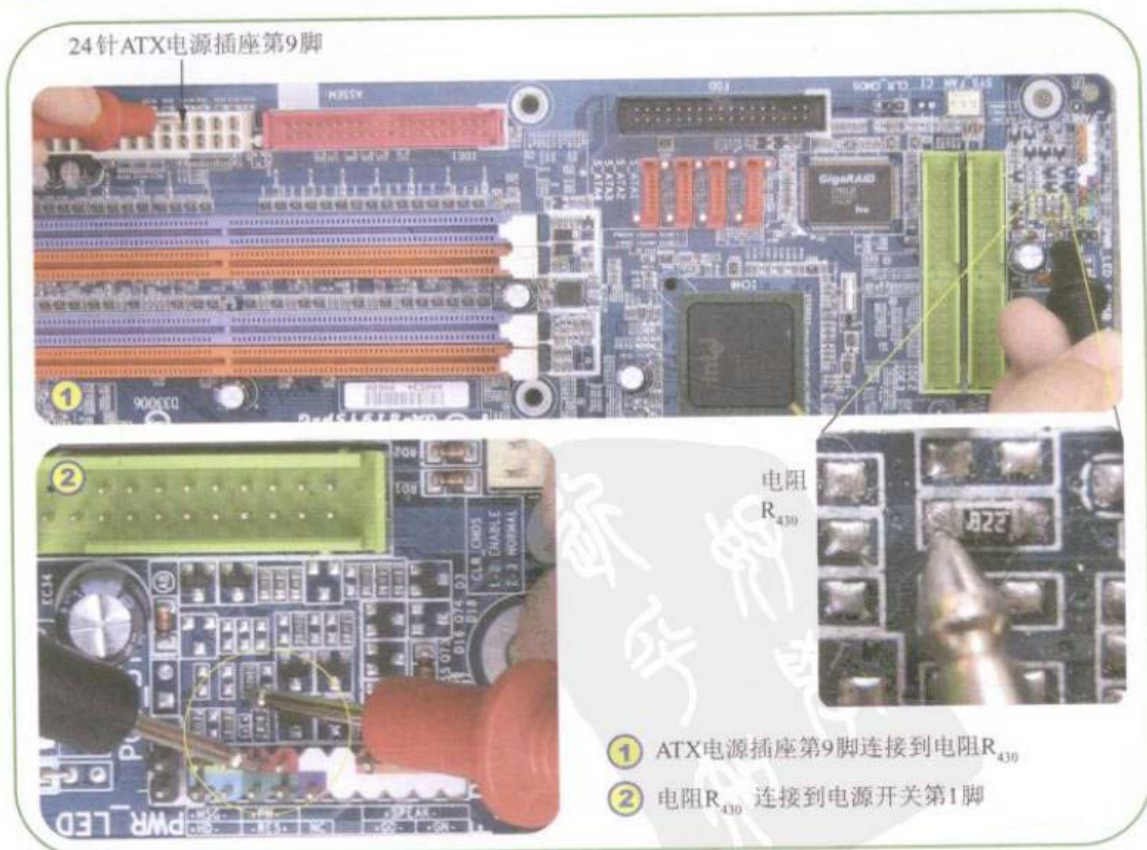

图7-21 测量从ATX电源插座第9脚经电阻到电源开关第1脚的线路
**Step 02** 测量ATX电源插座第9脚经电阻 $R_{430}$ 到电源开关第1脚的线路，如图7-21所示。